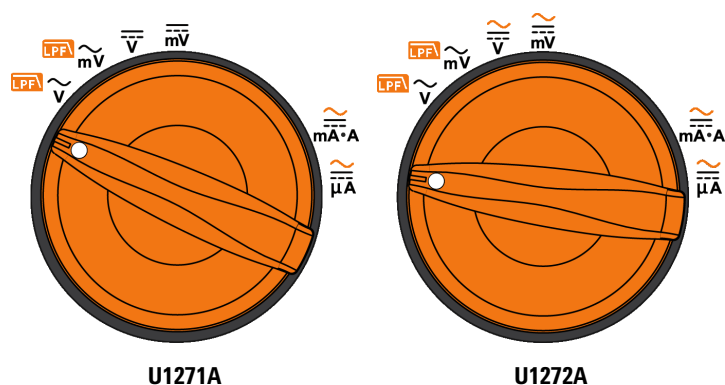

图 2-35 允许频率测量的功能
万用表允许在进行频率、占空比或脉冲宽度测量时，同时监测实时电压或电流。图 2-35 主要介绍允许在万用表中进行频率测量的主要功能。
- 1 要测量频率，可将开关转到图 2-35 中突出显示的允许进行频率测量的主要功能之一。
- 1 要测量脉冲宽度，可将旋转开关转到允许进行频率测量的功能之一，如图 2-35 所示。
- 1 要测量占空比，可将旋转开关转到允许进行频率测量的功能之一，如图 2-35 所示。